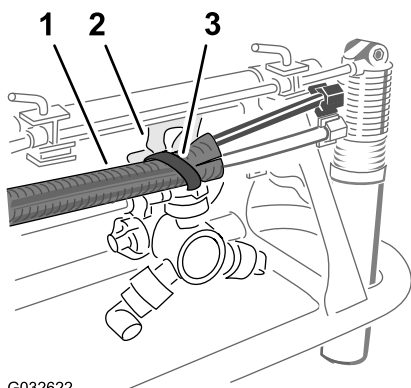

Figura 15
5. Prenda o conjunto dos tubos ao orifício no suporte do bico com uma braçadeira de cabos como se mostra na Figura 15.